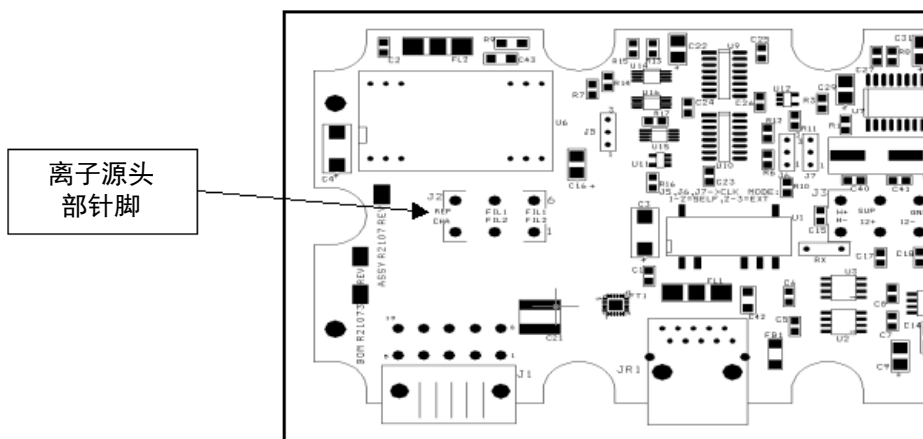

图 B-56 离子源头部针脚示意图
17. 用电阻计在 PCB 上验证离子源六针中任意两针之间是否断路（除了 FIL-1 至 FIL-1 和 FIL-2 至 FIL-2 应该是 0.3 Ohm 或更小）。并验证谱仪机身与任一离子源的针脚之间是否为开路（图 B-56）。如果在任何点存有导通性（短路），拆下头部并检查是否短路。